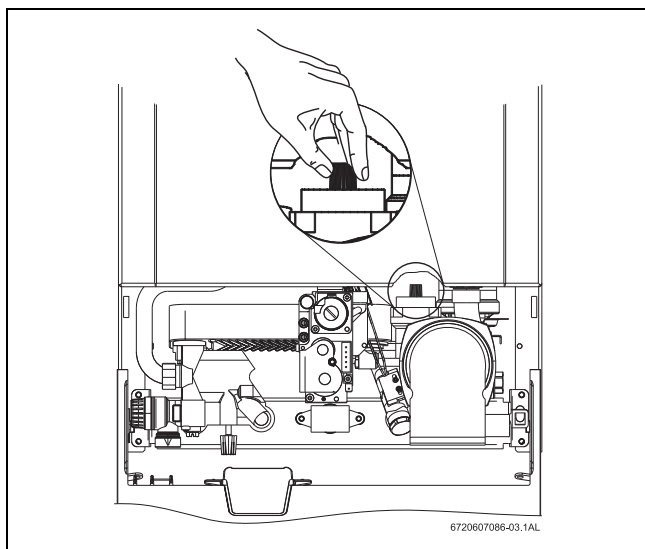

Fig. 14 Ouvrir la valve de purge
- Remplir l'installation à l'aide du robinet de remplissage (38).
- Pour purger l'appareil en utilisant le purgeur automatique, ouvrir le couvercle de la valve de purge (voir Fig. 14).